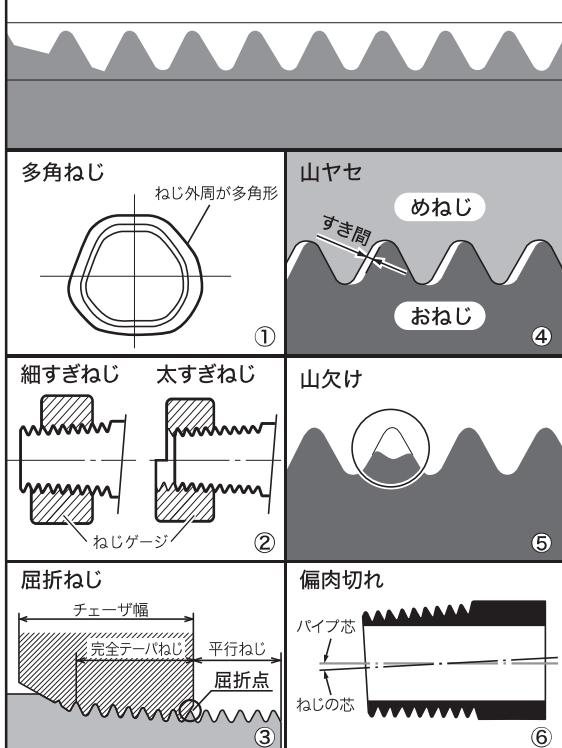

図46
## ●悪いねじについて (図46)
## ①多角ねじ (図46-①)
## ②ねじ径の細すぎ、太すぎ (図46-②)
## ③屈折ねじ(手動切上ダイヘッドの場合) (図46-③)
## ④切られたねじの山ヤセ (図46-④)
## ⑤切られたねじの山欠け (図46-⑤)
## ⑥パイプに対してのねじの偏肉切れ (図46-⑥)